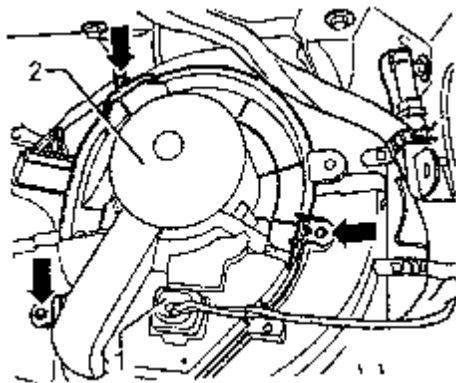

图 13-17 新鲜空气鼓风机 V2
(2) 新鲜空气鼓风机 V2 的拆卸和安装如图 13-17 所示，拆卸副驾驶员侧的杂物盒，拔下插接件 1，拧出箭头所指的 3 个螺栓，并向下拔出新鲜空气鼓风机 2。